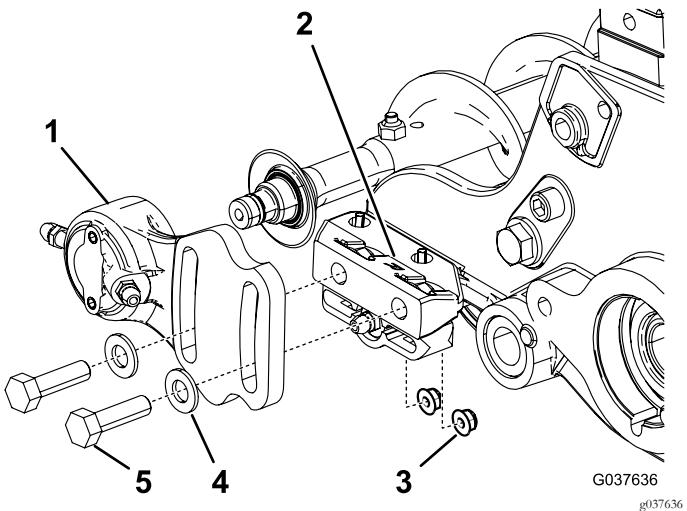

Figura 16
1. Se estiver instalada uma escova do rolo na unidade de corte, remova os dois parafusos, anilhas e porcas que prendem a caixa de rolamentos do lado oposto à transmissão ao suporte de montagem da caixa de rolamentos (Figura 16).